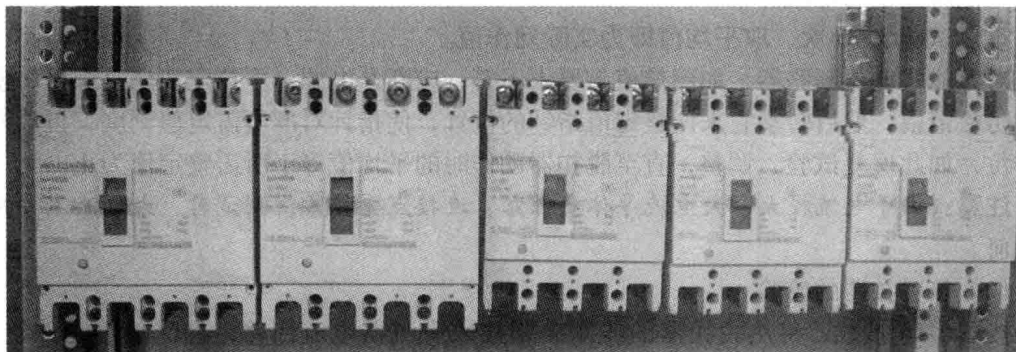
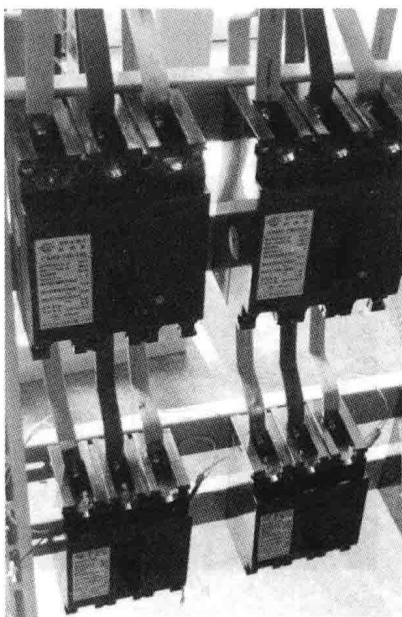

图 1-12 断路器使用铝排时的布置
图 1-13 铝排的安装
4) 应垂直安装在配电板上, 在灭弧罩上部留有一定的飞弧空间; 断路器如果较大, 需要用铜排或铝排作电源线时, 尽量上端平齐, 以方便排线的安装, 如图 1-12、图 1-13 所示。